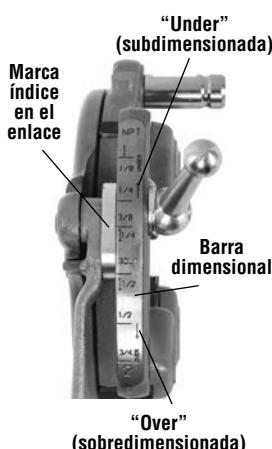

Figura 7 – Ajuste del tamaño de la rosca
- Empiece con la marca índice del enlace alineada con la marca del tamaño deseado en la barra dimensional. Si se trata de cabezales para pernos, fije la marca del enlace para alinearla con la línea en la barra dimensional. Para roscar pernos con un cabezal de terrajas universal, coloque todas las terrajas para pernos alineadas con la línea BOLT (perno) en la barra dimensional (Figura 7).